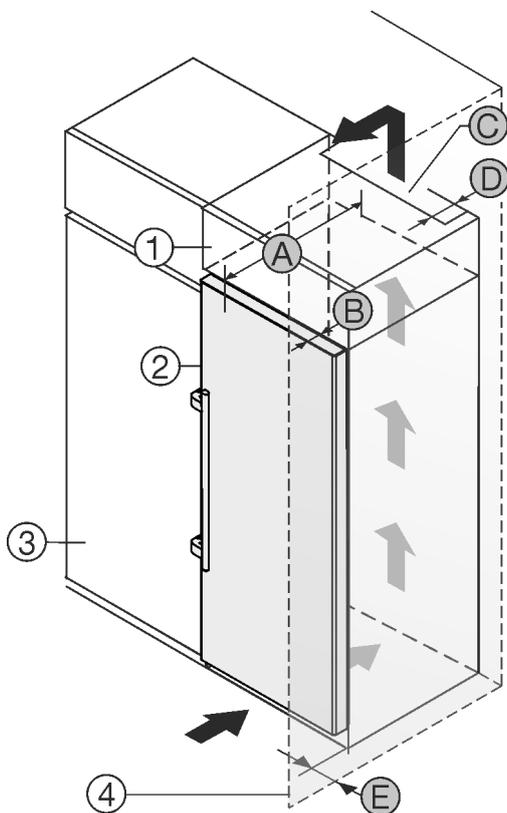

Fig. 2
- (1) Skapmodul*
- (2) Enhet*
- (3) Kjøkkenskap*
- (4) Vegg*
- (A) Enhetsdybde*
- (B) Dørdybde*
- (C) Ventilasjonstverrsnitt*
- (D) Avstand enhetens bakside*
- (E) Avstand på siden av enheten*
Du kan plassere apparatet rett ved siden av kjøkkenskapet Fig. 2 (3)*.
På baksiden av skapmodulen over enheten må det installeres en ventilasjonskanal med dybden Fig. 2 (D) over hele skapmodulens bredde.*
Ventilasjonstverrsnittet Fig. 2 (C) under taket i rommet må overholdes.*
Hvis apparatet plasseres med hengslene mot en vegg Fig. 2 (4), må avstanden mellom apparatet og vegg være minst 57 mm. Dette tilsvarer hvor mye håndtaket stikker ut når døren er åpen.*
For at du skal kunne åpne døren helt, må apparatet rage dørdybden Fig. 2 (B) lenger ut enn fronten på kjøkkenskapene. Avhengig av kjøkkenskapenes Fig. 2 (3) dybde og bruk av veggavstandsstykker kan enheten rage enda lenger ut.*